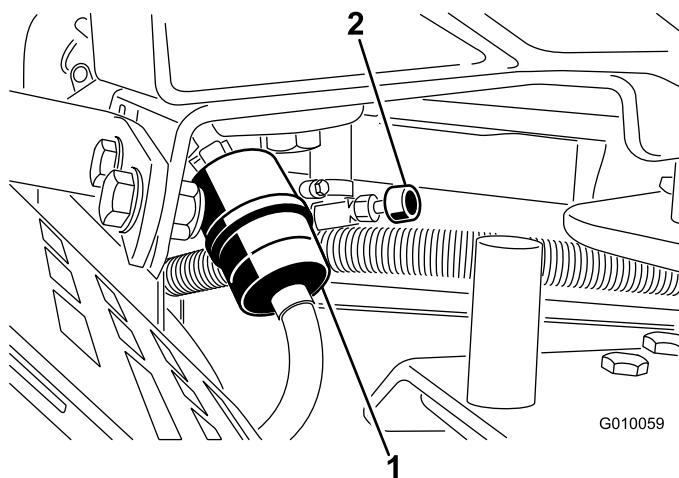

Bild 52
2. Schließen Sie den Kraftstoffhahn (Bild 52).
- 3. Drücken Sie die Enden der Schlauchklemmen zusammen und schieben Sie sie vom Filter weg (Bild 52).
- 5. Setzen Sie einen neuen Filter ein und schieben Sie die Schlauchklemmen an den Filter heran (Bild 52).
- 7. Öffnen Sie den Kraftstoffhahn (Bild 52).
3. Lockern Sie die Schlauchklemme am Kraftstofffilter und schieben Sie sie an der Kraftstoffleitung weg vom Kraftstofffilter (Bild 52).
4. Ziehen Sie die Kraftstoffleitung vom Filter (Bild 52). Öffnen Sie den Kraftstoffhahn und lassen Sie den Kraftstoff in einen Benzinkanister oder ein Auffanggefäß ablaufen.
5. Bringen Sie die Kraftstoffleitung am -filter an. Schieben Sie die Schlauchklemme ganz an den Kraftstofffilter heran, um die Kraftstoffleitung zu befestigen (Bild 52).